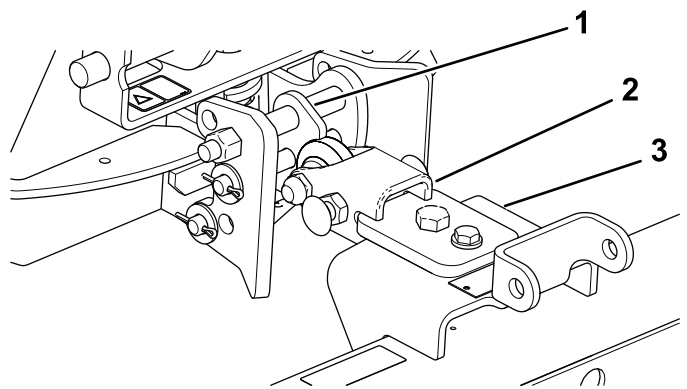

Рисунок 15
1. Установите сцепное устройство в сборе так, чтобы угловая сторона была сверху (Рисунок 15).
2. Присоедините буксировочную штангу к верхней стороне узла подвеса (Рисунок 15).